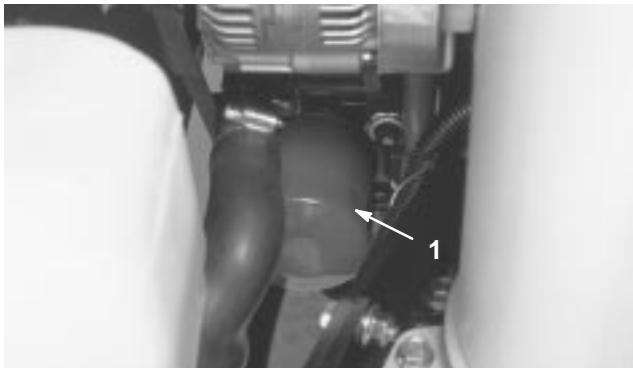

Bild 43
2. Entfernen Sie den Motorölfilter (Bild 43). Ölen Sie die neue Dichtung am Ölfilter leicht mit frischem Öl ein, bevor Sie den Filter eindrehen. **Nicht zu fest ziehen.**